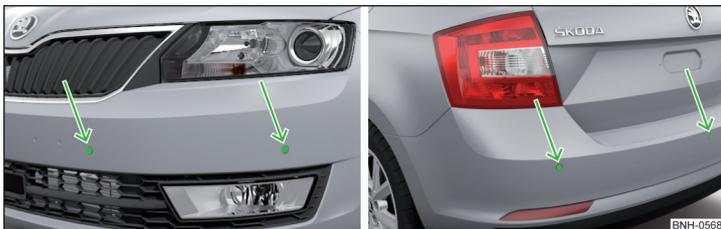

Fig. 123 Lugar de instalación de los sensores del lado izquierdo del vehículo: delantero / trasero
- Mantener los sensores del sistema » fig. 123 de la pág. 117 limpios, libres de nieve y hielo, y no cubrirlos con ningunos objetos, de lo contrario puede estar limitado la función del sistema.
El sistema calcula la distancia entre el parachoques y un obstáculo mediante ondas ultrasónicas. Los sensores ultrasónicos se encuentran según el equipamiento del vehículo en el parachoques trasero o también en el delantero » fig. 123.